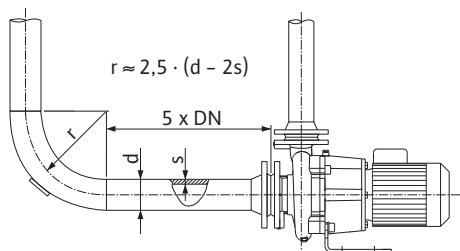
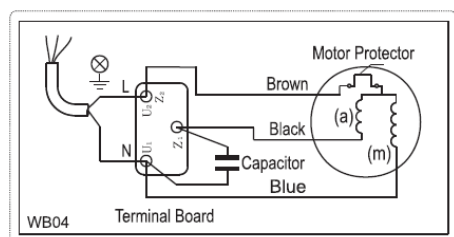

Fig. 4: Odcinek wyrównywania przed i za pompą
Fig. 5: Przyłącze prądu zmiennego
- Napięcie zasilania jest zależne od mocy silnika P_2 , od napięcia sieciowego i od sposobu załączania. Wymagane łączenie mostków połączeniowych w skrzynce zaciskowej zamieszczono w następującej tabeli jak również Fig. 4 i Fig. 5.